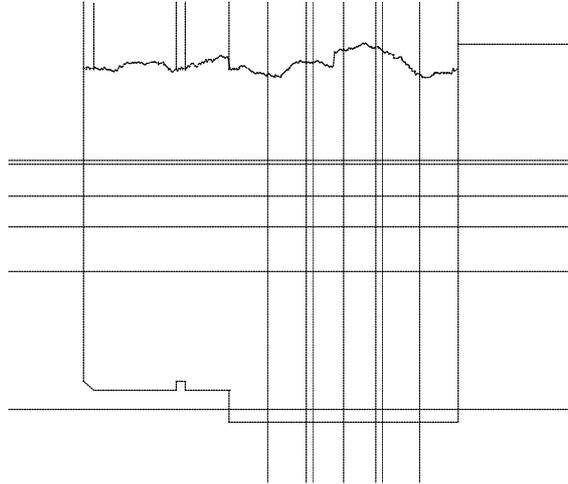

Abbildung 4.17: Hilfsgeometrie zur Erstellung der Draufsicht.
6. Erstellen der Hilfsgeometrie (Abbildung 4.17) durch Antippen von **[HILFSGEO]? Parll.** Erstellen von Hilfslinien im Abstand: 1; 12; 15.5; 18; 20.5 und 20.75 von der unteren Körperkante nach oben und im Abstand: 14.5; 17.5; 18; 20.5; 23; 23.5 und 26.5 von der linken Körperkante nach rechts.